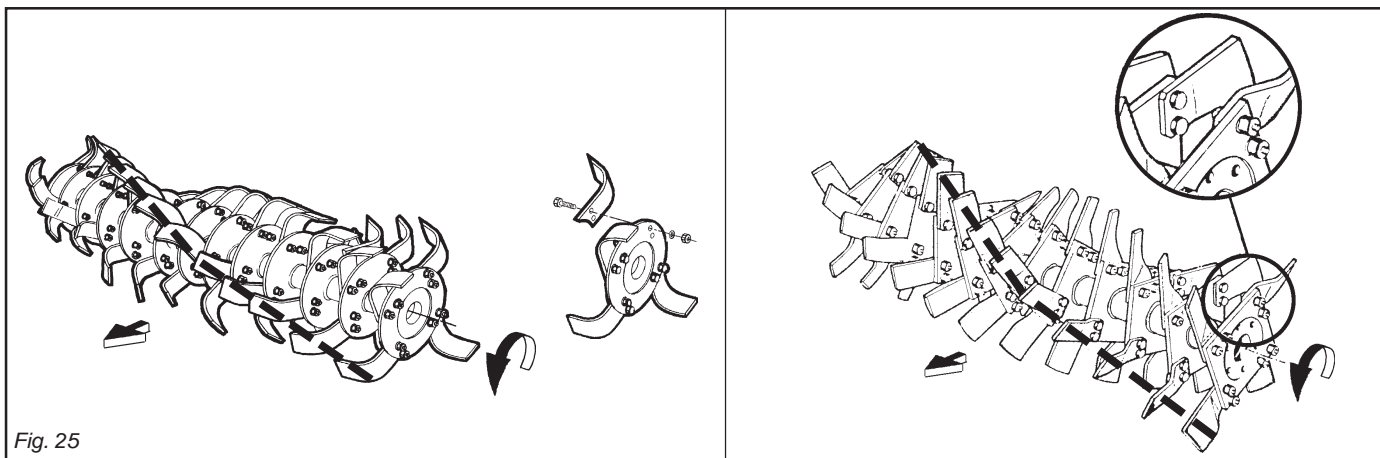

Fig. 25
Controllare giornalmente la loro usura o integrità. Qualora durante il lavoro dovessero per cause accidentali piegarsi (o rompersi) è necessario sostituirle immediatamente avendo l'accortezza di rimontare la nuova zappetta nella identica posizione di quella da sostituire (Fig. 25). Se fosse necessario sostituire più zappe, è consigliabile effettuare le operazioni di smontaggio e montaggio, sempre una zappetta alla volta, per evitare così errori di posizione.
**I bulloni che fissano le zappe devono avere la testa dalla parte delle zappe e il dado con relativa rondella dalla parte della flangia (Fig. 25).**
*Remember to mount the new hoe blade in exactly the same position as the old one (Fig. 25).*
***The heads of the bolts fixing the hoe blades in place must be on the side of the hoe blades themselves, while the nut with relative washer must be on the flange side (Fig. 25).***
Sie sind täglich auf ihre Unversehrtheit und ihren Verschleiß-zustand zu prüfen. Sollten sie bei der Arbeit verbiegen oder zu Bruch gehen, müssen sie sofort ersetzt werden. Dabei ist zu beachten, daß man das neue Hackmesser an der gleichen Stelle montiert, an der sich das beschädigte befand (Abb. 25).
**Die Schrauben, mit denen man die Hackmesser befestigt, müssen den Kopf auf der Seite des Hackmessers und die Mutter mit der Unterlegscheibe auf der Flanschseite haben (Abb. 25).**
*Contrôlez tous les jours leur usure et intégrité. Lorsqu'ils se plient (ou se cassent) pendant le travail il faut les remplacer aussitôt. Le nouveau couteau devra être monté exactement dans la position de celui à remplacer (Fig. 25).*
***Les boulons de fixation des couteaux doivent avoir la tête côté couteau et l'écrou avec la rondelle côté flasque (Fig. 25).***
Controlar todos los días su buen estado y eventual desgaste. Si durante el trabajo por eventuales accidentes se doblan o rompen es necesario sustituirlas inmediatamente prestando atención de montar la nueva azadilla en la idéntica posición de la precedente (Fig. 25).
**Los bulones que fijan las azadillas deben tener la cabeza de la parte de las azadillas y la tuerca con la relativa arandela de la parte de la brida (Fig. 25).**
Se si devono sostituire le zappe, fare attenzione che le nuove assumano la posizione di quelle smontate (Fig. 25).
*If the hoe blades must be changed, remember to set the new blades in the same positions as the demounted ones (Fig. 25).*
Wenn man die Hackmesser ersetzen muß, darauf achten, daß die neuen in der Position der ersetzen am Hackstern angebracht werden (Abb. 25).
*En cas de remplacement des couteaux, veillez surtout à ce que les nouveaux couteaux occupent les positions de ceux démontés (Fig. 25).*
Quando sustituimos azadillas respetar la posición de las azadillas desmontadas (Fig. 25).